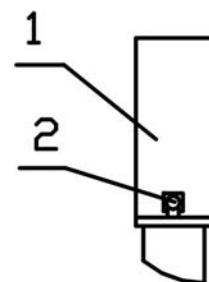

Рис.10.16
10.7.2 Аккуратно уложить кабели в КССТ-1, закрыть крышку 1 (рис. 10.16), закрепить с помощью винтов 2 и опломбировать.